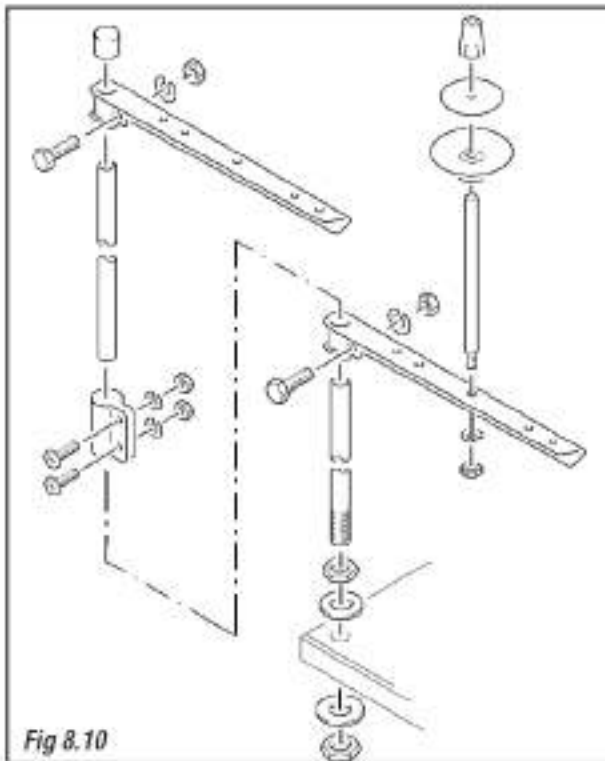

Fig 8.10
- Montare il portarocchetti come illustrato alla **fig. 8.10**.